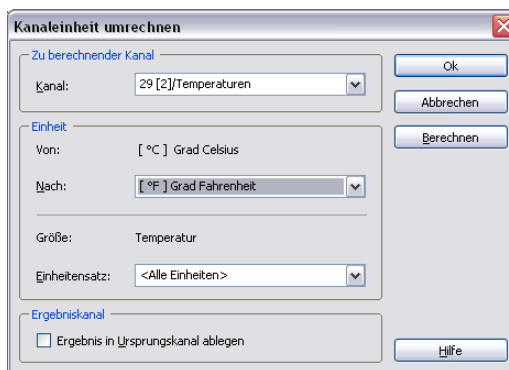

Abbildung 4-3. Kanaleinheiten mit dem Einheitenkatalog umrechnen
6. Wählen Sie anschließend wie in Abbildung 4-3 für **Nach** [°F] Grad Fahrenheit aus.